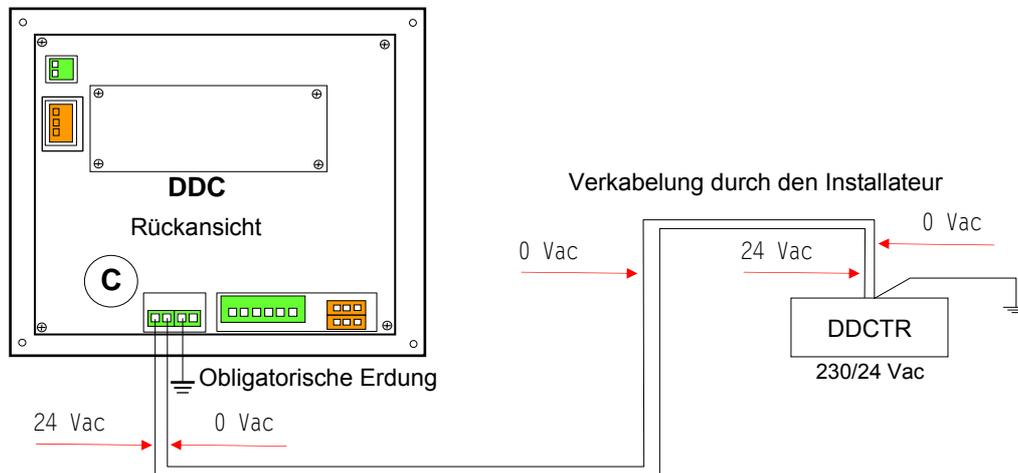

Abbildung 14 Stromversorgung des DDC über einen externen Transformator, vorgerüstet durch Installateur
Die Tabelle 7 enthält die Legende zu den Anschlussplänen des DDC im Abschnitt von Abbildung 14 auf Seite 33.
| LEGENDE DER ANSCHLUSSPLÄNE DES DDC (von Abbildung 14 auf Seite 33) | | | |
Der Transformator muss in einen externen Schaltkasten eingefügt werden, der durch den Installateur vorzurüsten ist (siehe Abbildung 14).
3. Führen Sie das Stromkabel (auf Seite des DDC) durch die entsprechende Öffnung im Deckel des DDC und stellen Sie den Anschluss wie in Abbildung 14 unter Einhaltung der Polarität her: